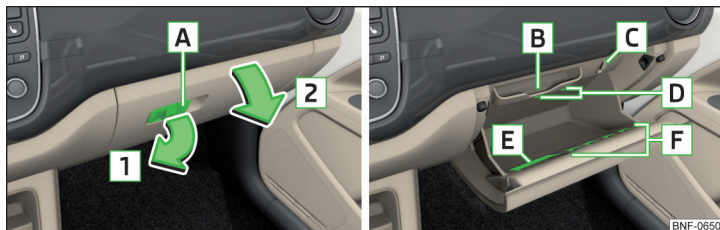

Fig. 71 Åbning af handskerum / Indvendigt i handskerummet
**Handskerum » Fig. 71**
- Hvis der på åbningsgrebet **A** » Fig. 71 er en krog, der kan klappes ned » Fig. 73 på side 57, skal bagage, der hænger på krogen, tages af.